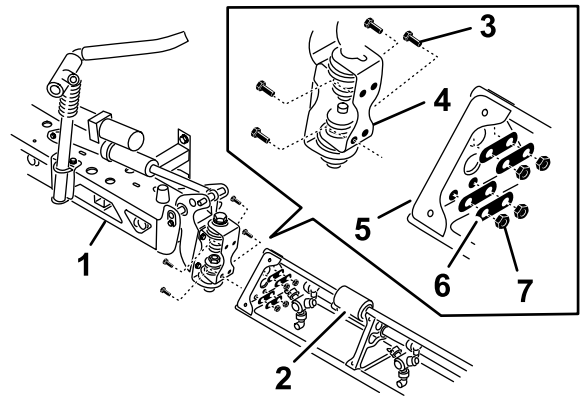

図 40
2. センターブームの両端にあるピボットブラケットを、垂直方向に向ける 図 40。
4. ヒンジプレートを三角形プレートに固定するフランジヘッドボルト4本、バックアッププレート4枚、フランジロックナット4個を使用 図 40 これらはステップ 1 で外したもの。
6. ブーム昇降シリンダのロッドの先端を、ピボットブラケットのホーンツノの穴に合わせる 図 40。
7. クレビスピンとヘアピンで、ロッドの先端をピボットブラケットに取り付ける 図 40。